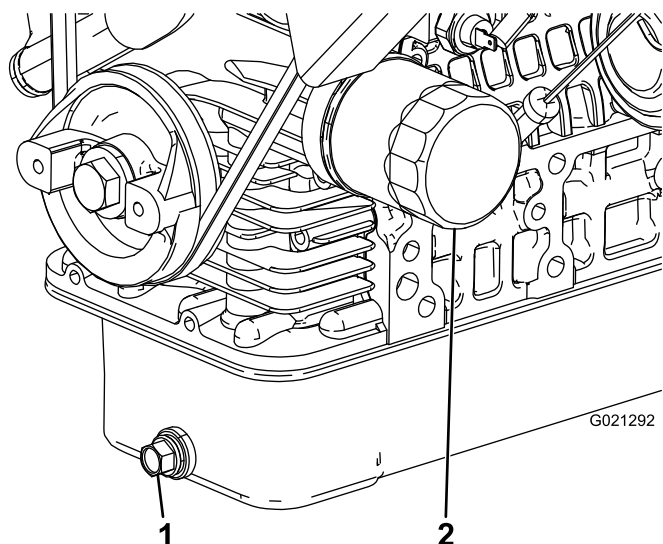

Figura 45
2. Retire el tapón de vaciado y deje fluir el aceite a un recipiente apropiado (Figura 45).
4. Retire el filtro de aceite (Figura 45).